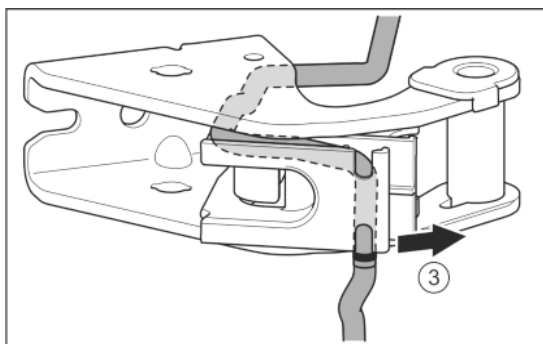

Fig. 25
- Staccare il cavo dalla guida. Fig. 25 (3)